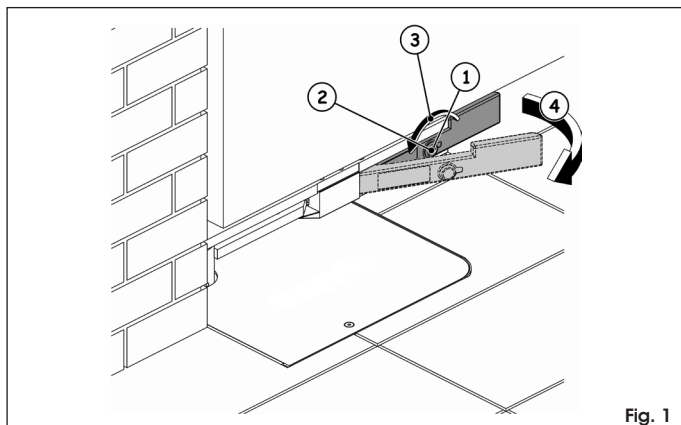

Fig. 1
- Entriegelungsschlüssel in das Schloß einstecken (Abb. 1 Bez. ②)
- Schlüssel bis zum Anschlag in Pfeilrichtung drehen (Abb. 1 Bez. ③)
- Hebel hochziehen (Abb. 1 Bez. ④)